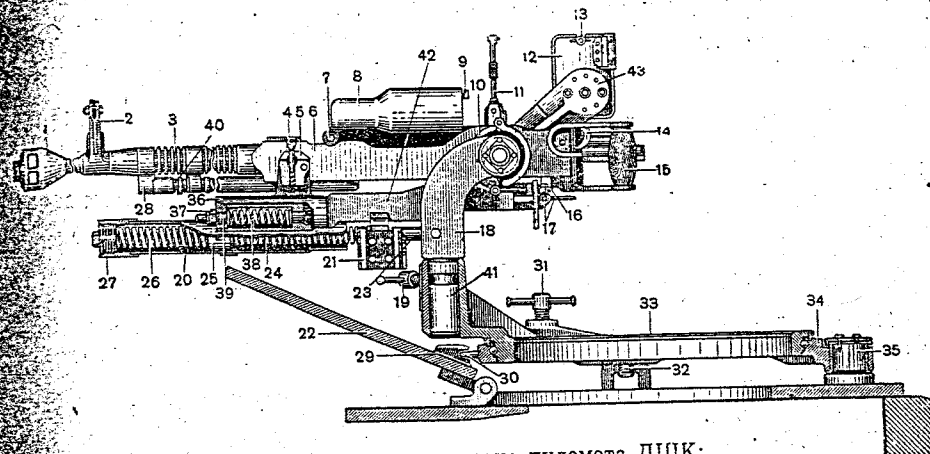

Рис. 68. Зенитная установка пулемета ДШК:
(рис. 68)
2. Отпустить стопор 32 основания установки (рис. 68), повернуть турельную установку доотказа справа, поставив ее над люком башни против сиденья заряжающего, и застопорить основание установки.
Чтобы прекратить стрельбу, достаточно отпустить спусковой крючок 14 (см. рис. 68) и поставить предохранитель в положение «Стоп».
4. Застопорить верхний погон установки стопором 31 (см. рис. 68).